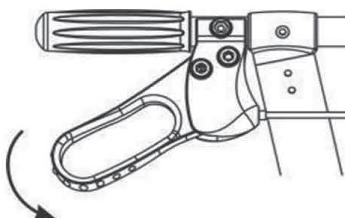

Fig. 2
2. Para activar el freno de estacionamiento, empuje la palanca del freno hacia abajo hasta que se bloquee (fig. 2).